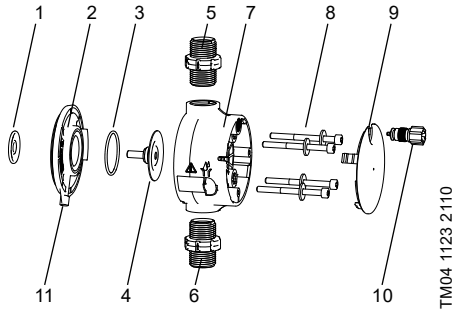

Fig. 41 Substituição do diafragma e das válvulas
Diariamente	Verifique se há fuga de líquido da abertura de drenagem (fig. 41, pos. 11) e se a mesma está obstruída ou suja. Em caso afirmativo, siga as instruções indicadas na secção 7.6 Ruptura do diafragma .
Esta secção refere-se à fig. 41.
Caso o diafragma apresente fugas ou esteja danificado, o líquido doseado sairá pela abertura de drenagem (fig. 41, pos. 11) da cabeça doseadora.
Em caso de ruptura do diafragma, o diafragma de segurança (fig. 41, pos. 1) protege o corpo da bomba da entrada de líquido doseado.
Ao dosar líquidos cristalizantes, a abertura de drenagem pode ficar obstruída devido à cristalização. Se a bomba não for desligada imediatamente, é possível que haja acumulação de pressão entre o diafragma (fig. 41, pos. 4) e o diafragma de segurança na flange (fig. 41, pos. 2). A pressão pode forçar o líquido doseado a entrar no corpo da bomba, através do diafragma de segurança.